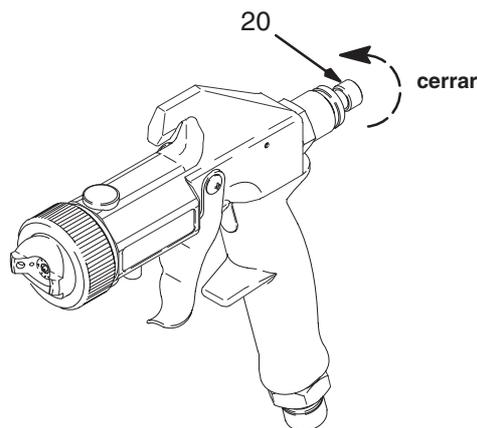

Fig. 8 05292
3. Si se necesita un ajuste de fluido ulterior, gire la perilla de ajuste del fluido (20) en el sentido de las agujas del reloj para reducir el volumen de salida de fluido. Vea la Fig. 8.